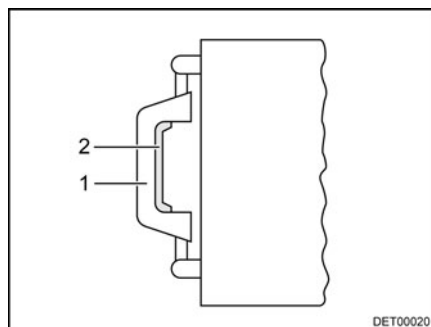

Fig. 62 Claraboya, tirador
- Presionar el cierre de resorte (Fig. 62,2) hacia el lado interior de la claraboya. Presionar simultáneamente hacia arriba la claraboya con el tirador (Fig. 62,1).
- Tirar la claraboya enérgicamente hacia abajo por los dos tiradores (Fig. 62,1), hasta que los dos cierres a presión engatillen.